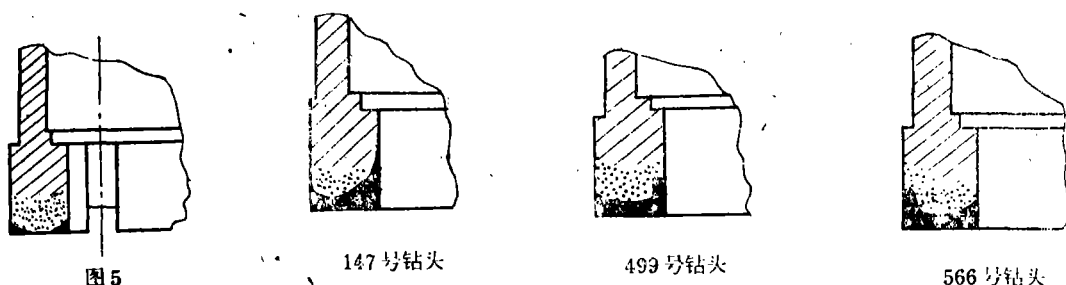

图5
3、钻进软岩层 该矿区主要岩层为透闪石和透辉石，除部分较硬外，大部较软，可钻性6~8级，使用单晶孕镶钻头一般都能取得较好的效果。钻头磨损正常，一般呈微弧形变相（图5）。